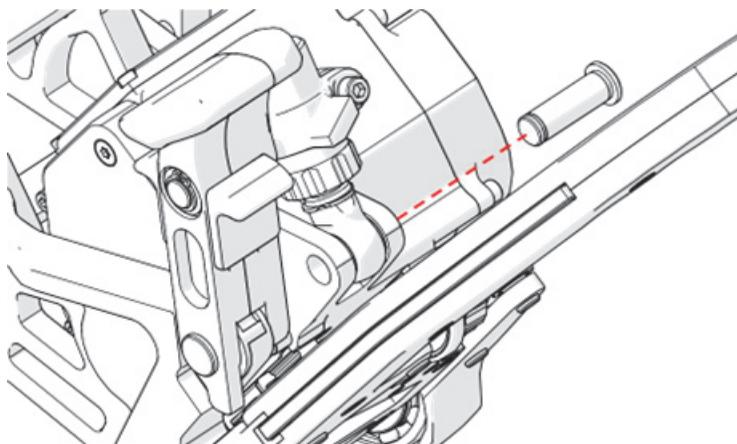

Figure 2-26 Retrait de la goupille
5. Retirez la goupille qui maintient le cylindre de tension de la roue sur le chariot (Figure 2-26 à la page 110).